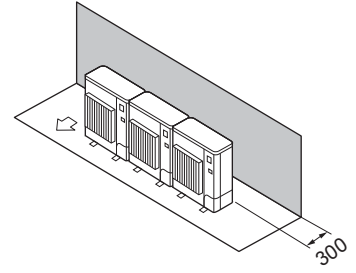

Fig. 2-8
① Yalnızca arkadaki engeller (Fig. 2-8)